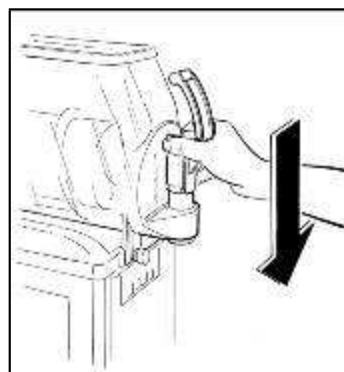

Рис. 40
- Собрать кран (Рис.40), осторожно смазав вазелиновым маслом прокладки, чтобы было легче задвинуть кран на место до упора.